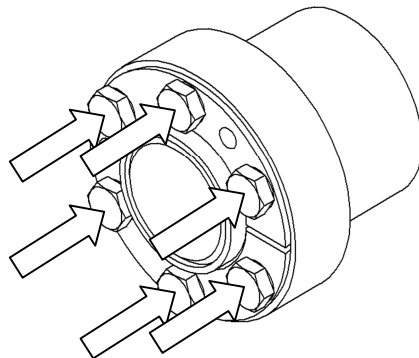

Bild 6) Anziehen der Spannschrauben
- Danach Spannschrauben stufenweise in mehreren Umläufen gleichmäßig der Reihe nach solange anziehen (siehe Bild 6), bis die vorderen, schraubenkopfseitigen Stirnflächen des Außen- und Innenringes fluchten. Beim Anziehen der Spannschrauben darf das max. angegebene Schraubenanzugsmoment (siehe Tabelle 2) nicht überschritten werden.